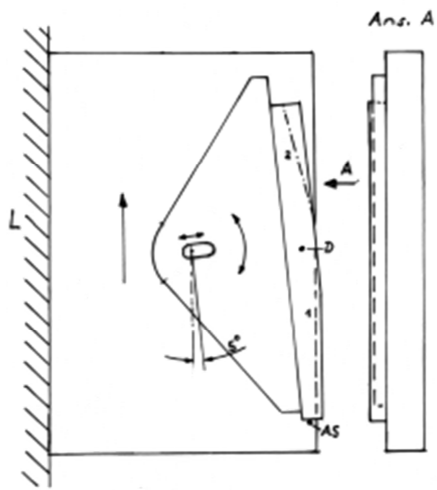

Abb. 5:
- Op. 4: Sägen der beiden unteren Schrägen des Stocks. Hierzu bedarf es eines Aufnahmeschlittens. (Abb. 5) Der Ablauf. Seite 1 sägen, wenden, Seite 2 sägen.